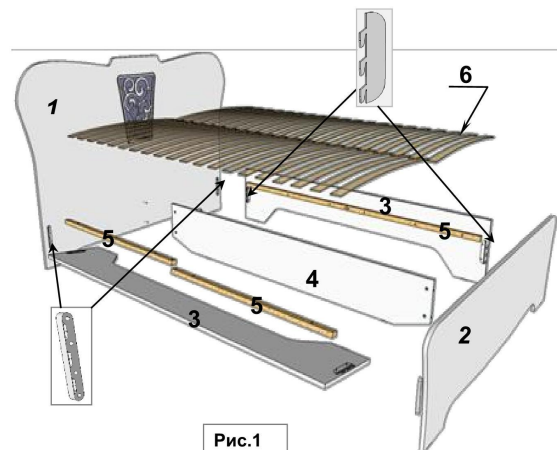
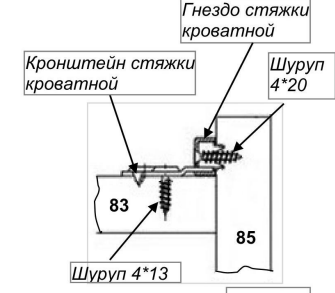

Рис.1
Рис.2
3. Шины кронштейна стяжки кроватной вставьте в отверстия на внутренней стороне спинки ножной (поз.2), спинки головной (поз.1) как показано на рис. 1. и закрепите их на шурупы 4*13 (смотри рис. 2).
4. На царги (поз.3) установите гнездо стяжки кроватной на шурупы 4*20 (смотри схему сборки и рис.2) по имеющимся наколам.